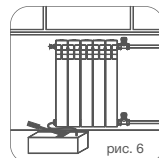

рис. 6
- 8.6. Гидростатическое давление в системе отопления не должно превышать 1,5 МПа (рис. 6). По фактическим показаниям приборов в эксплуатации.